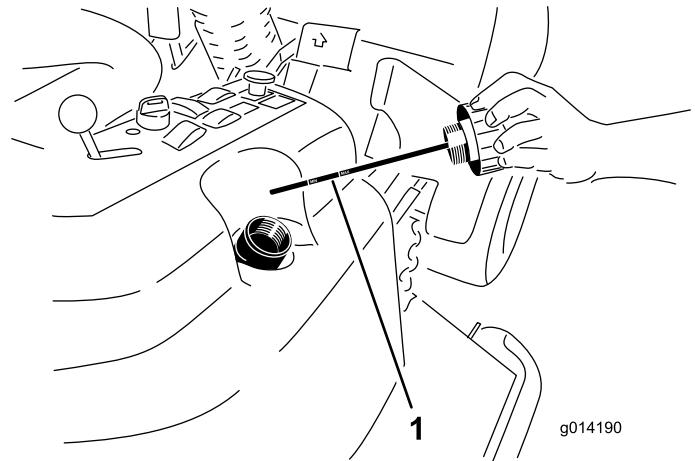

Bild 53
2. Nehmen Sie den Deckel des Hydraulikbehälters vom Einfüllstutzen ab (Bild 53).
3. Nehmen Sie den Messstab heraus und wischen Sie ihn mit einem sauberen Lappen ab (Bild 53).
4. Stecken Sie den Messstab in den Einfüllstutzen und ziehen ihn dann heraus, um den Ölstand zu prüfen (Bild 53).